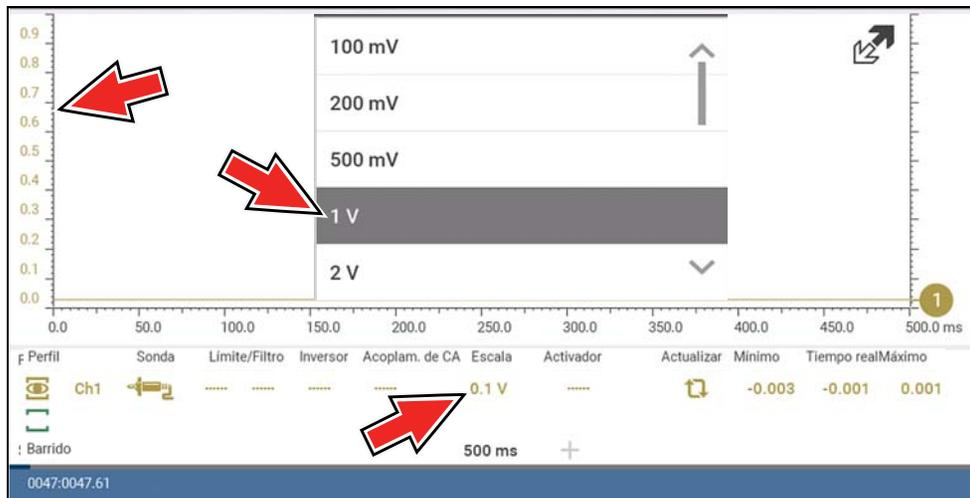

Figura 8-33
**Ejemplo (Figura 8-33):** Si la regla vertical está definida en 1 V, el valor que se muestra es 0,1V.